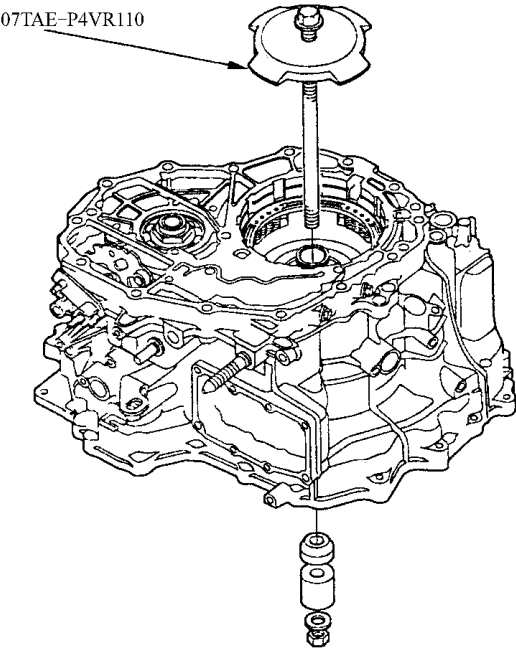

图 5-92 安装用专用工具
28) 如图 5-92 所示，安装专用工具，来拆卸紧固倒档制动器回位弹簧护圈的卡环。